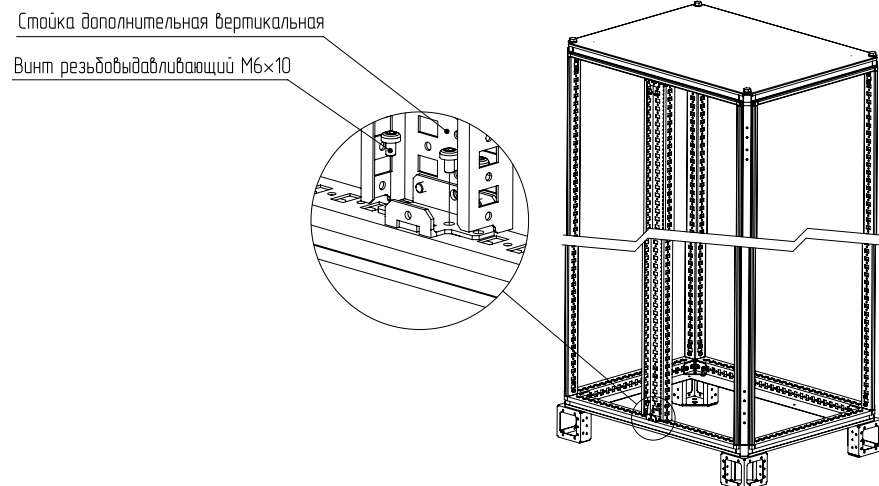

Рисунок 3
4.1.3 Установить стойку дополнительную вертикальную в каркас и закрепить винтами М6х16 (рисунок 3). Момент затяжки – 7 Н·м.